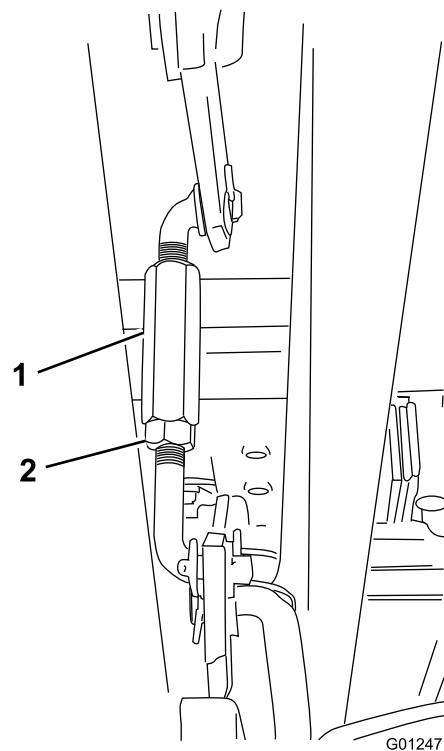

Figure 49
- Desserrez l'écrou de blocage à l'extrémité du tourillon (sur le côté droit de la machine, voir Figure 49), et réglez le tourillon jusqu'à ce que la pointe avant de la lame gauche et la surface plane soit espacées de 55 mm.